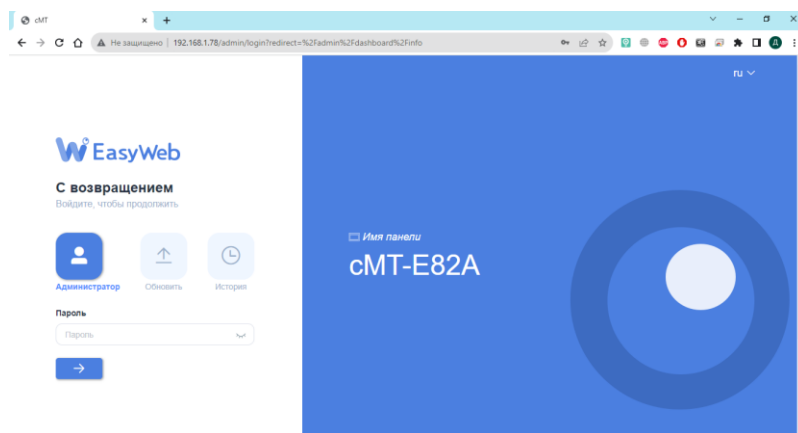

Рисунок 4.31 – Web-интерфейс панели оператора БС
2. В поисковой строке Веб-браузера ввести IP-адрес панели оператора, установленный в п.п. 4.2.1 и нажать «Enter» на клавиатуре АРМ администратора (рисунок 4.31).